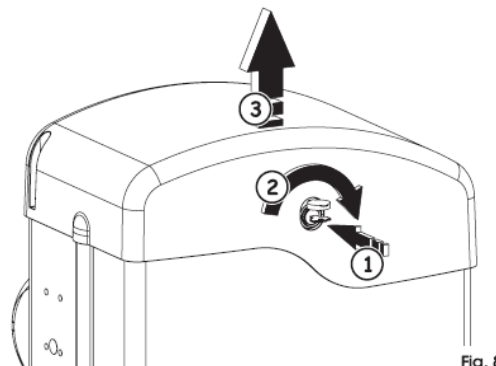

Fig. 8
- Introduire la clé (1) de déverrouillage dans la serrure du carter, Fig. 8, en la tournant en sens horaire (2) jusqu'à l'arrêt.
- Enlever(3) le carter supérieur, Fig. 8, tout en maintenant la clé dans cette position.